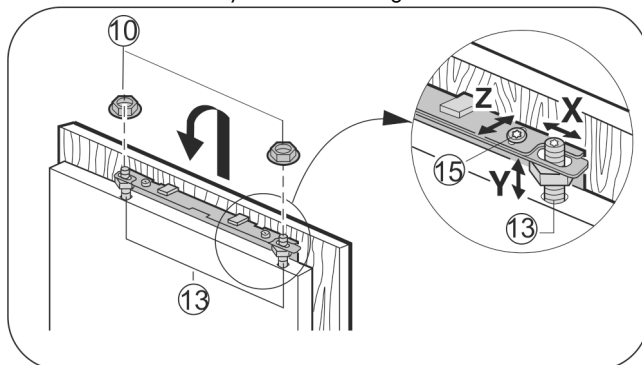

Fig. 19
- ▶ Akassza a bútorajtót a beállító csapszегre Fig. 19 (13) és az ellenanyákat Fig. 19 (10) lazán csavarozza rá a beállító csapszегre.
- ▶ A bútorajtót igazítsa be Y magasságba és az oldalirányú dőlést igazítsa ki: A beállító csapszегet Fig. 19 (13) egy csavarhúzóval igazítsa be.
- ▶ Húzza meg az ellenanyákat Fig. 19 (10).